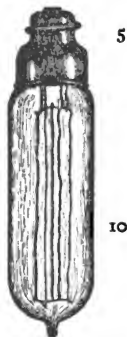

FIG. 31. 15
- 30 wachsender Stromstärke schnell erwärmt (sein Widerstand schnell wächst), benutzt man feine gezackte Drähte (s. Fig. 31).